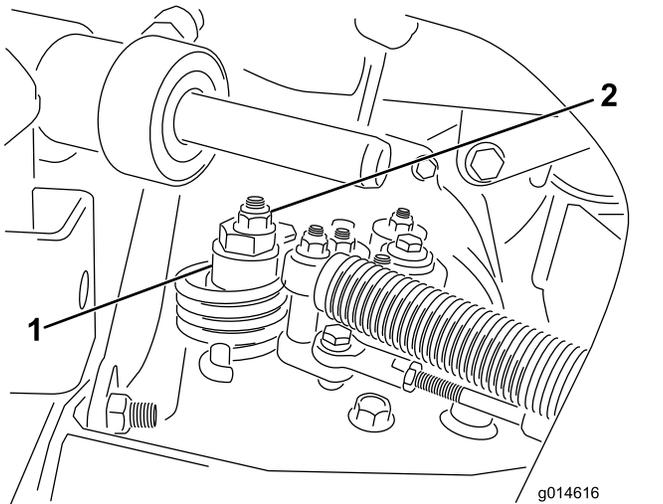

图31
A. 松开将偏心螺栓固定到静液压泵顶部的螺母图 31。
- C. 旋转偏心螺栓直到不再出现任何方向的缓慢前移。当轮子停止旋转时旋紧螺母锁定偏心螺栓和调整图 31。将油门移至慢速和快速位置验证调节情况。